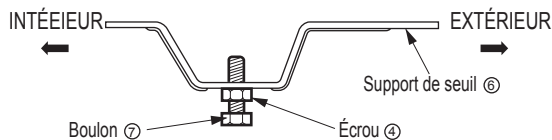

Fig. 3
3. Assemblez le support de seuil ③ à l'aide des pièces illustrées dans la fig. 3 mais ne serrez pas. (Fig. 3)